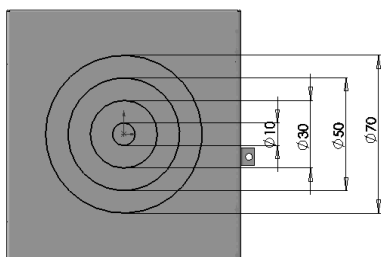
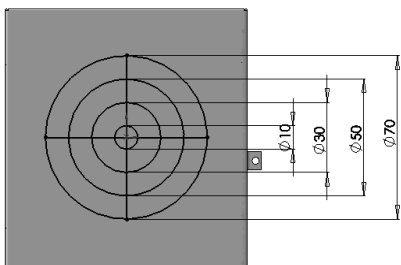

图 10-220 绘制同心圆
图 10-221 绘制互相垂直的直线
28) 绘制草图。单击“草图”控制面板中的 (圆) 按钮, 绘制 4 个同心圆, 标注其直径尺寸, 如图 10-220 所示。单击“草图”控制面板中的 (直线) 按钮, 绘制两条互相垂直的直线, 直线均过圆心, 如图 10-221 所示, 单击 (退出草图) 按钮。